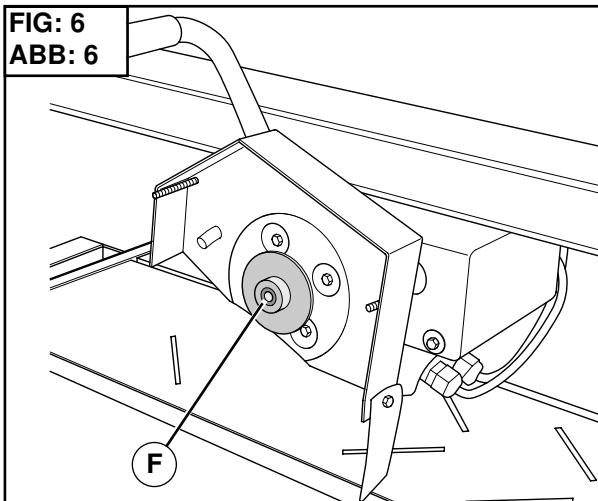

FIG: 7
- * Ослабьте два маховичка (G) [рис. 7].